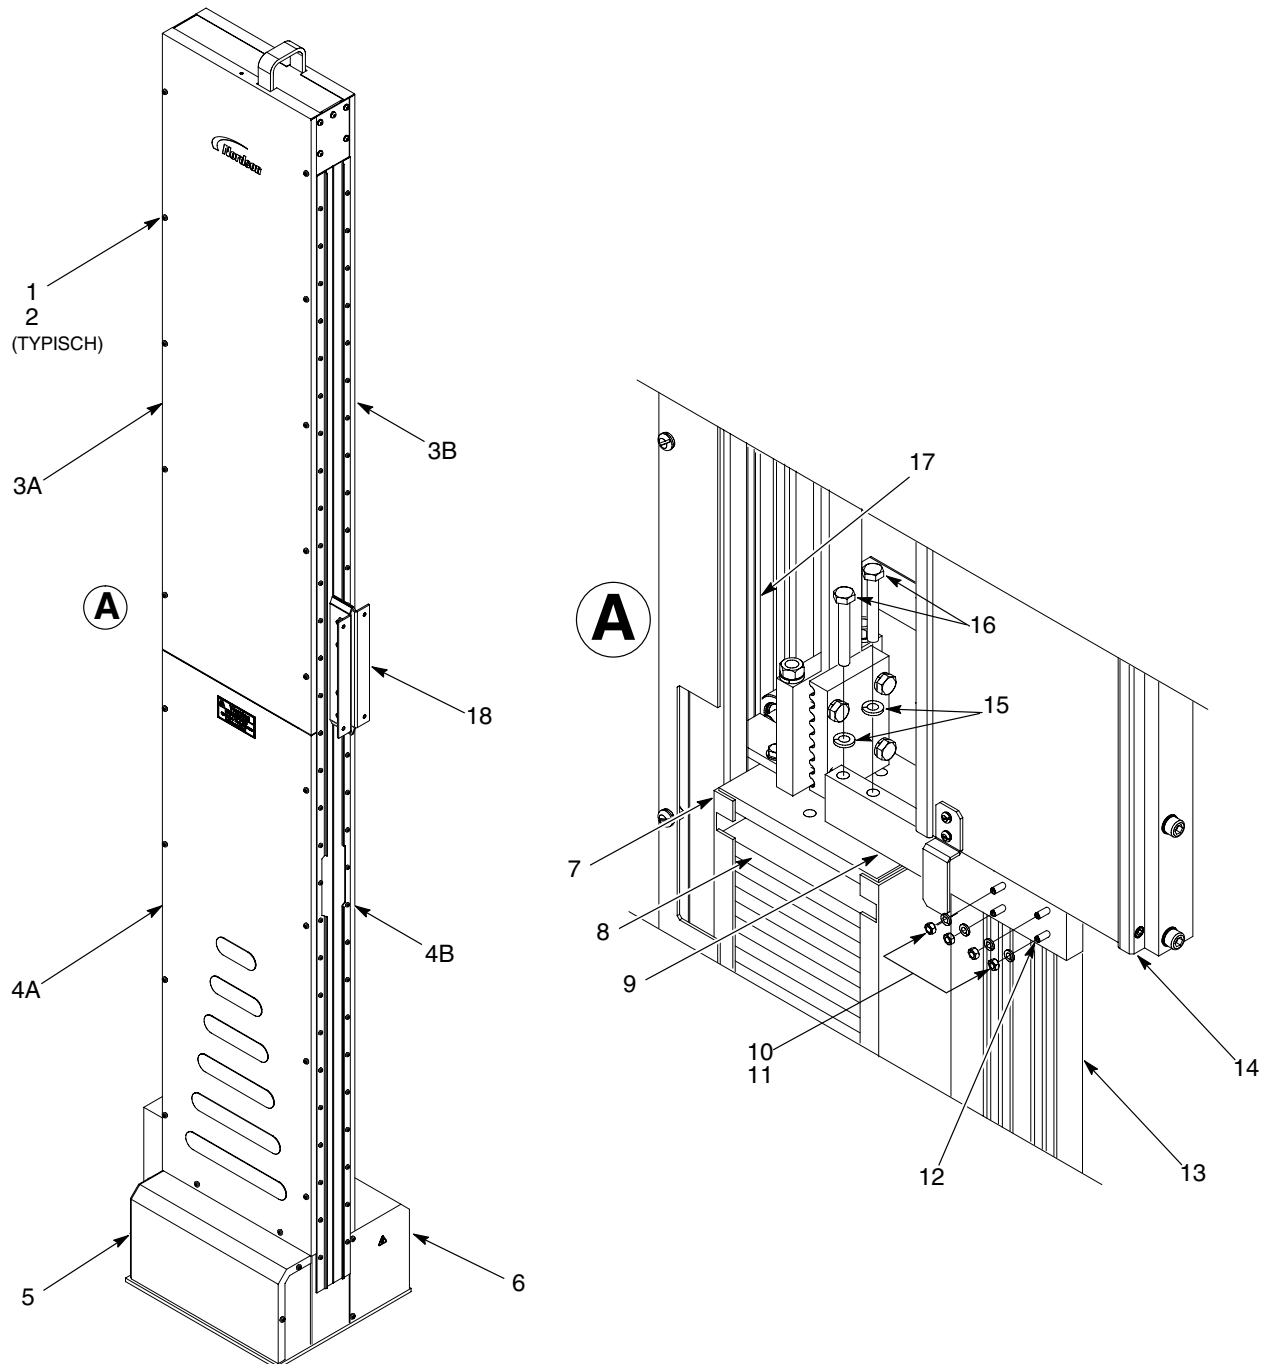
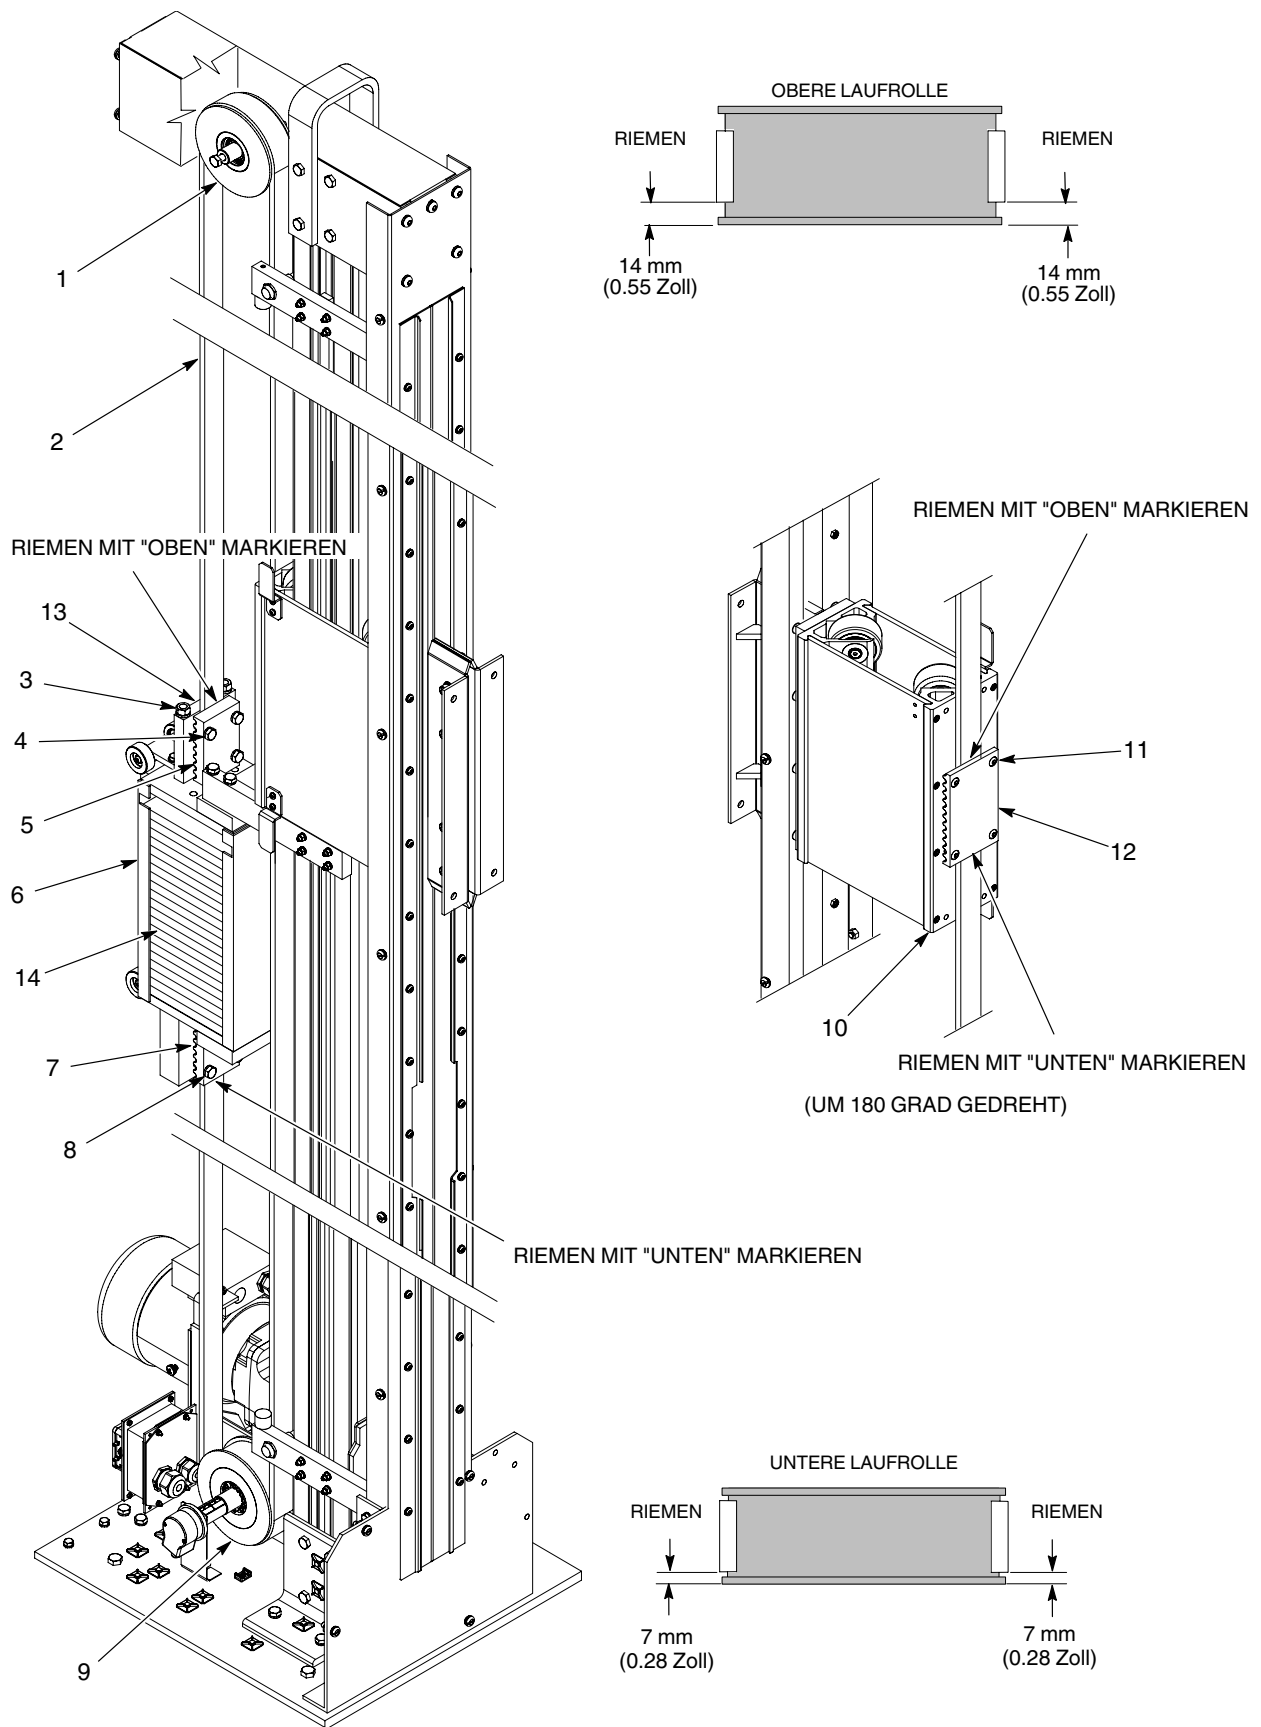
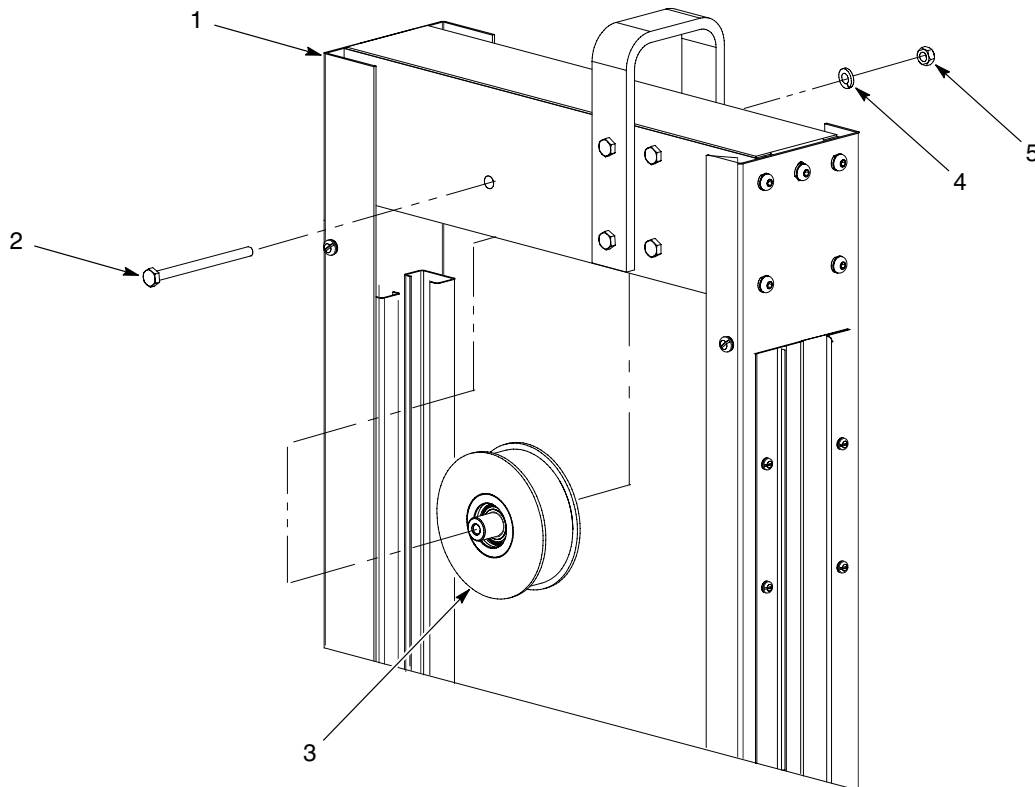
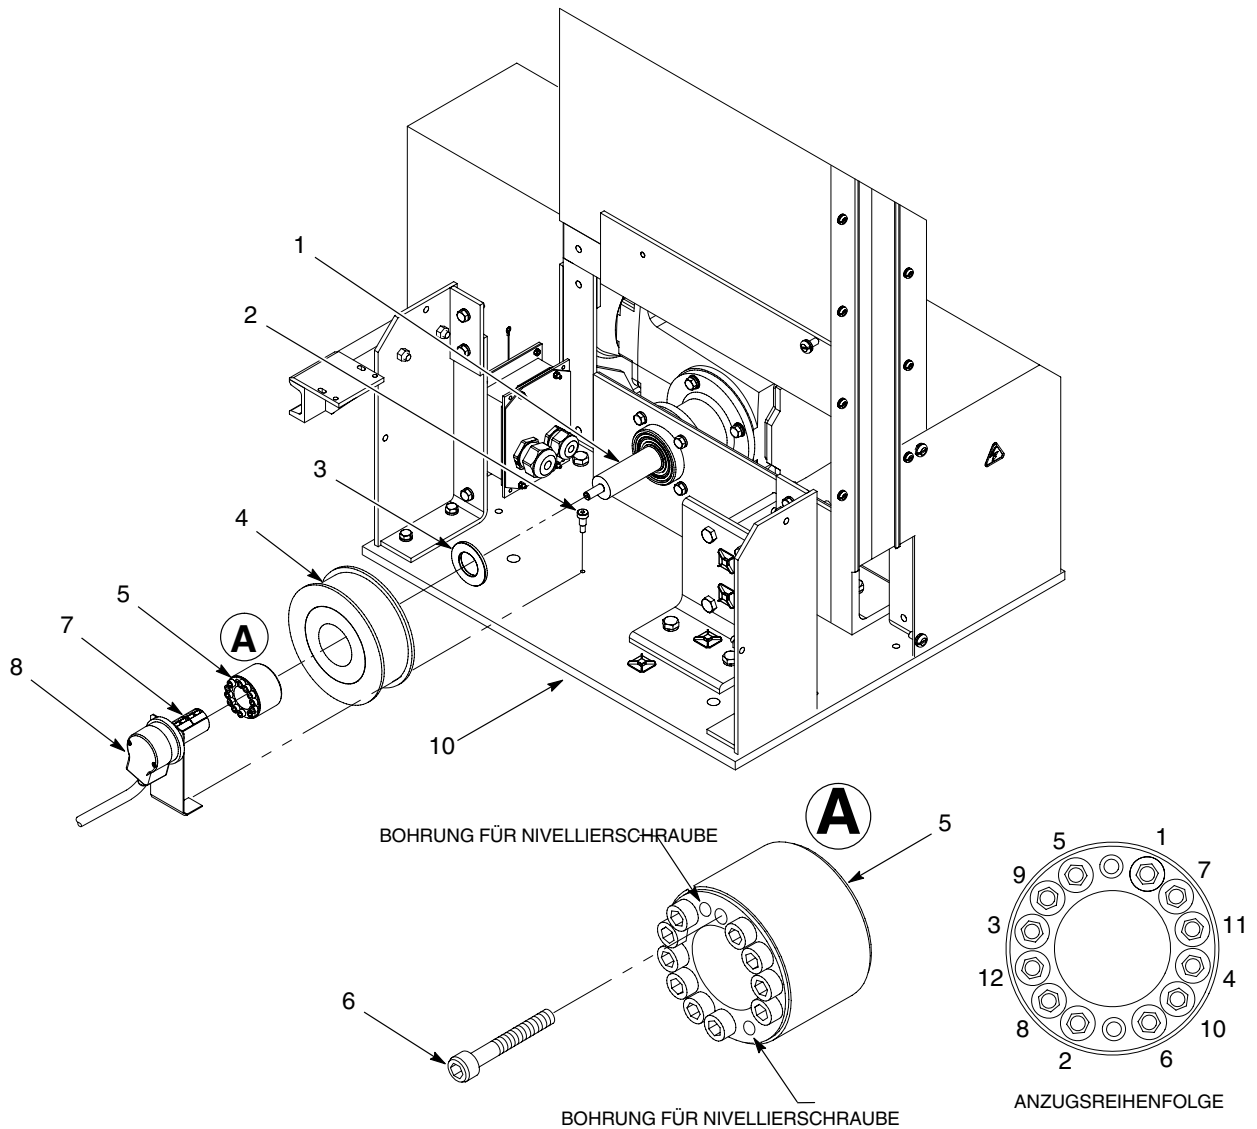

Abb. 8 Pistolenswagen und Gegengewichtskorb sichern
Abb. 9 Riemen ersetzen
Abb. 11 Obere Laufrolle ersetzen
Abb. 12 Untere Laufrolle ersetzen
2. Siehe Abbildung 8. Die Schrauben (1) und Unterlegscheiben (2) abnehmen, die die seitlichen Abdeckungen (3A, 4A) auf der Drehimpulsgeberseite des Hubwerks und die Drehimpulsgeberabdeckung (5) halten. Bei Reparatur der oberen Laufrolle oder der Rollen des Pistolenwagens die Abdeckungen (3B, 4B) auf der Motorseite (6) abnehmen.
- a. Den Pistolenwagen (14) manuell bewegen, bis die untere Fläche leicht über dem Gegengewichtskorb (7) steht.
- b. Die T-Schrauben (12) durch die Rückseite des Sicherungsbügels (9) installieren. Den Sicherungsbügel mit den Sicherungsringen (15) und Schrauben (16) am Gegengewichtskorb (7) installieren. Die Schrauben fest anziehen.
- c. Den Pistolenwagen (14) manuell abwärts bewegen, bis er Kontakt mit der Oberseite des Sicherungsbügels (9) hat.
- d. Die T-Schrauben (12) in den Laufweg des Pistolenwagens (13) einstecken. Die Sicherungsringe (11) und Muttern (10) auf den T-Schrauben installieren. Muttern gut anziehen.
4. Die Position des Pistolenwagens auf dem Laufweg des Pistolenwagens (13) markieren.
5. Die Position des Gegengewichtskorbs auf dem Laufweg des Gegengewichtskorbs (17) markieren.
2. Siehe Abbildung 9. Den Riemen wie folgt markieren:
- a. Einen Strich am oberen Riemenhalter (5) ziehen und den Riemen mit OBEN markieren.
- b. Einen Strich am unteren Riemenhalter (7) ziehen und den Riemen mit UNTEN markieren.
- c. Zwei Striche an Ober- und Unterseite der Pistolenwagen-Halteklammer (12) ziehen und den Riemen mit OBEN und UNTEN markieren.
3. Die Spannmutter (3) oben auf dem Laufrollen-Riemenhalter (13) lösen.
4. Die Schrauben (11) lösen, die den Riemenklammerhalter (12) am Pistolenwagen (10) halten.
- a. Die Schrauben (8) lösen, die den Riemen (2) am unteren Riemenhalter (7) halten.
- b. Die Schrauben (4) lösen, die den Riemen am oberen Riemenhalter (5) halten.
- c. Den Riemen (2) von den Riemenhaltern abnehmen.
6. Riemen (2) von den Laufrollen (1, 9) abnehmen. Den Riemen zwischen Pistolenwagen (10) und Riemenklammerhalter (12) des Wagens entnehmen.
2. Siehe Abbildung 9. Folgende Schritte ausführen:
- a. Den Riemen (2) in den unteren Riemenhalter (7) des Gegengewichtskorbs stecken.
- b. Sicherstellen, dass der Riemen seitlich zentriert ist und in die 8 Zähne des Riemenhalters eingreift. Sicherstellen, dass der Riemen nicht über die Oberkante des unteren Riemenhalters hinausragt. Schrauben (4) mit 20 N•m (180 in-lb) festziehen.
3. Den Riemen (2) um die untere Laufrolle (9), zwischen Pistolenwagen (10) und Riemenhalter (12) des Gegengewichtswagens, und um die obere Laufrolle (1) führen.
- a. Die Spannmutter (3) oben auf dem Gegengewichtskorb (6) lösen, bis sie bündig mit der Oberkante der Stehbolzen sind.
- b. Den Riemen (2) in den oberen Riemenhalter (5) des Gegengewichtskorbs stecken.
- c. Sicherstellen, dass der Riemen (2) seitlich zentriert ist und in die 8 Zähne des Riemenhalters (5) eingreift. Sicherstellen, dass der Riemen nicht über die Unterkante des Riemenhalters hinausragt. Die Schrauben (4) mit 20 N•m (180 in-lb) festziehen.
- d. Sicherstellen, dass der Riemen seitlich auf der oberen und unteren Laufrolle zentriert ist, wie in Abb. 9 gezeigt. Der Riemen ist zentriert, wenn der Abstand von der Seite der Laufrolle zur Riemenkante beidseitig gleich ist.
6. Sicherstellen, dass der Riemen seitlich im Riemenhalter (12) an der Rückseite des Pistolenwagens (10) zentriert ist. Die Halteschrauben (11) der Riemenklemme mit 14 N•m (120 in.-lb) festziehen.
7. Siehe Abbildung 8. Die Muttern (10) und Sicherungsringe (11) von den T-Schrauben (12) abnehmen.
8. Die Schrauben (16) und Unterlegscheiben (15) abnehmen, mit denen der Sicherungsbügel (9) am Gegengewichtskorb (7) befestigt ist.
2. Siehe Abbildung 9. Die Spannmutter (3) oben auf dem Laufrollen-Riemenhalter (13) lösen.
3. Die Schrauben (11) lösen, die den Riemenklemmenhalter (12) am Pistolenwagen (10) halten.